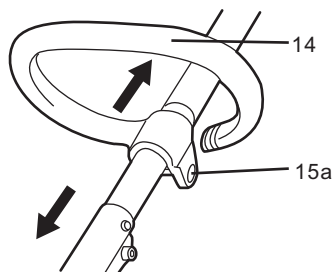

Fig.9
- > Desserrez l'écrou papillon (15a) de la poignée auxiliaire (14) et ajustez la hauteur (fig. 9).